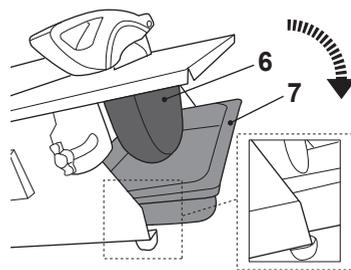

Fig. 9
3. Pouse cuidadosamente a máquina e assegure que o tanque de água (7) está debaixo da proteção da lâmina (inferior) (6) (Fig. 9). Assegure que a parede do tanque de água mais afastada de si está localizada entre a proteção da lâmina (inferior) (6) e a parede metálica da máquina. Isto irá assegurar que a lâmina esteja sempre em contacto com a água no tanque de água.